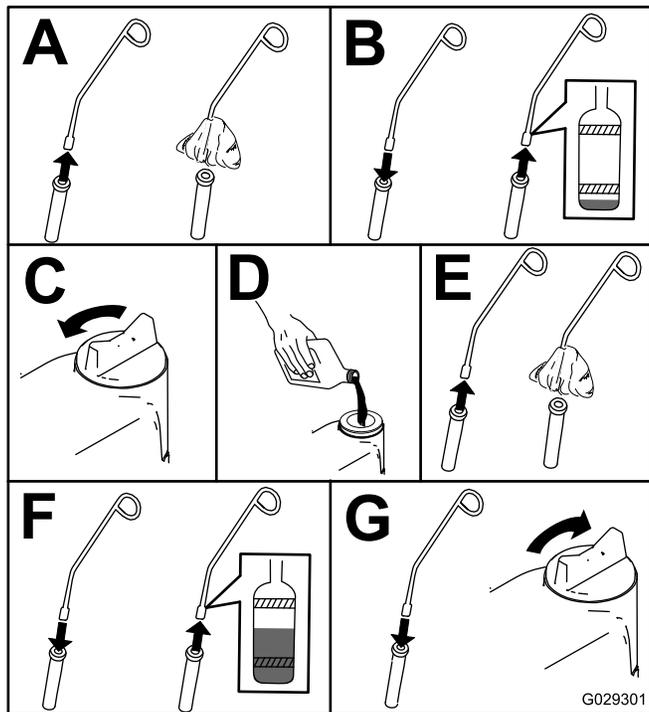

Bild 50
3. Kontrollieren Sie den Ölstand wie in Bild 50 gezeigt.